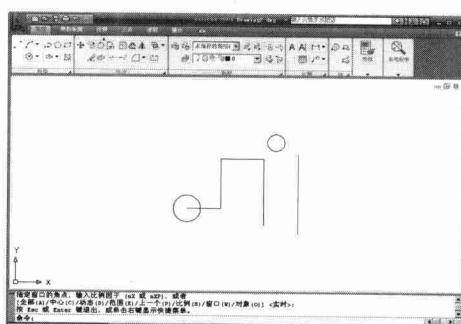

图 1-9 缩小图形
- 单击程序窗口下边的 按钮，按 Enter 键，光标变成放大镜形状 ，此时按住鼠标左键向下拖动鼠标光标，图形缩小，如图 1-9 所示。按 Esc 键或 Enter 键退出，也可单击鼠标右键，弹出快捷菜单，选择【退出】选项。该菜单上的【范围缩放】选项可使图形充满整个图形窗口显示。